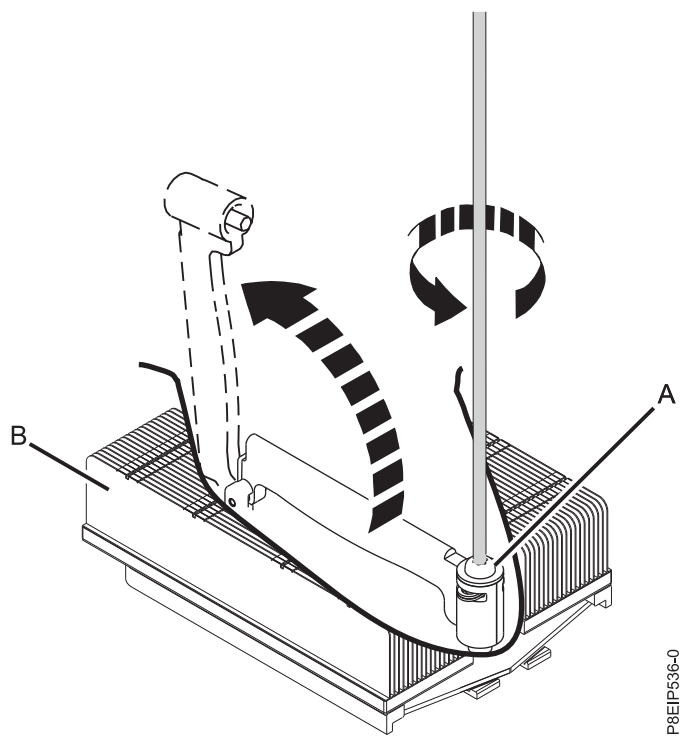

図 51. ヒート・シンク・ロード・アームのねじを締める
3. #3 Phillips ドライバーを使用して、取り外すシステム・プロセッサ・ヒート・シンク (B) のロード・アームねじ (A) を緩めます。ロード・アームが、51 ページの図 51に示す方向に旋回して上がります。